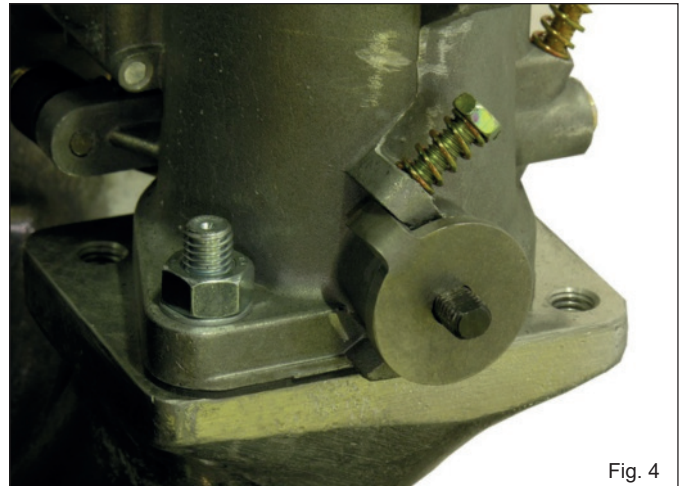

Fig. 4
- Install the supplied stop levers the way shown in the pictures. (Fig.4)
- Lösen und Entfernen Sie die Mutter SW11 und Sicherungsblech der Drosselklappenwelle. Der originale Drosselklappenhebel bzw. die Distanzscheibe (Fig.3) wird gegen den beigelegten Anschlaghebel ausgetauscht. (Fig. 4)